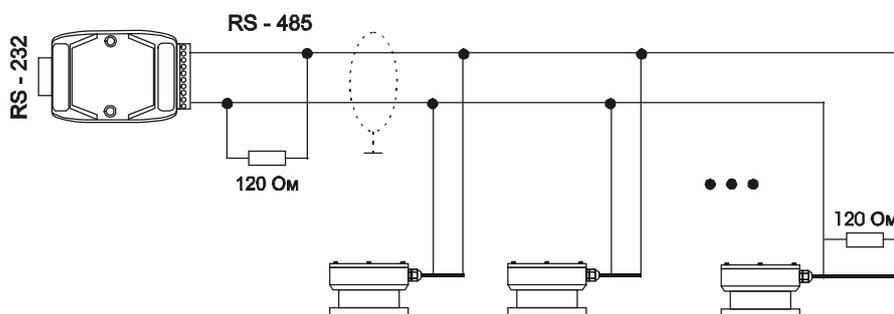
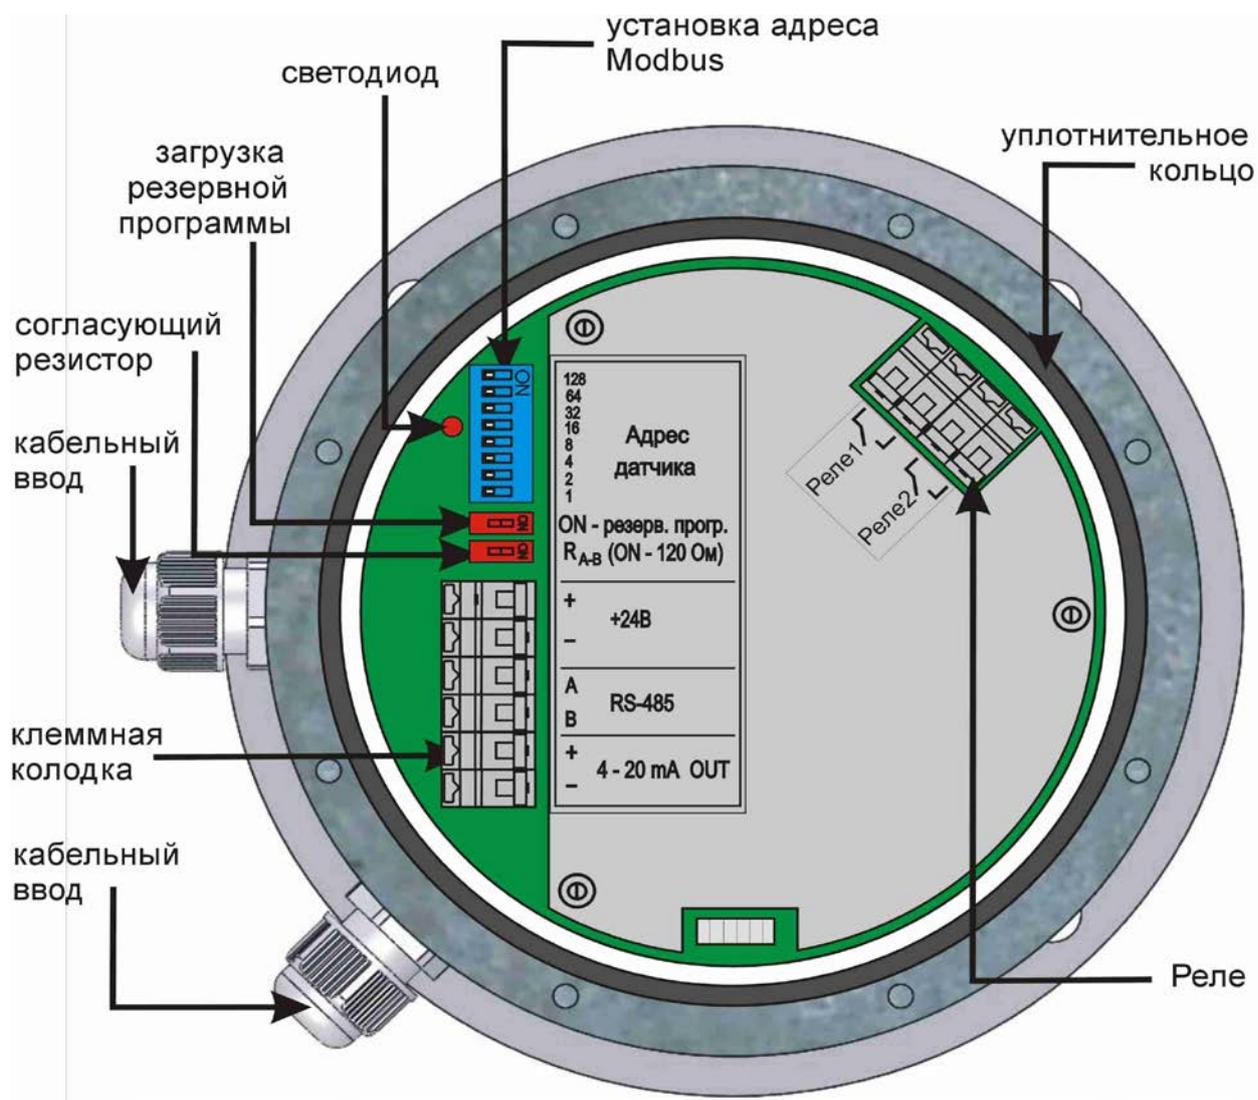

Рис.10.3. Классическая схема построения линии RS-485.
Рис.11. Уровнемер со снятой крышкой.
На рис.10.3 изображен способ прокладки линии соответствующий общим требованиям стандарта RS485, рассчитанного на высокоскоростную передачу данных в условиях промышленных помех. При большой протяженности линии рекомендуется на концах линии между проводами «А» и «В» устанавливать согласующие резисторы 120 Ом. Для этого в уровнемере имеется переключатель, подключающий данный резистор к линии (рис.11). Необходимо учитывать, что в некоторых преобразователях интерфейса данный резистор также установлен внутри. При протяженности линии более 800 м или количестве устройств на линии более 32 рекомендуется использовать стандартные репитеры для RS-485, например ADAM 4510.
- 5) Ввести кабель внутрь уровнемера через уплотнительную манжету кабельного ввода. Подключить провода к клеммнику в соответствии со схемой на шильдике (рис.11).
- 4) Посмотрите на светодиод (рис.11). В исправно работающем уровнемере светодиод постоянно мигает (кроме режима работы с флеш памятью прибора – см. «Конфигуратор – РП» п.2.8). Если диод не мигает - уровнемер не работает. Причиной этого может быть повреждение программы или настроек хранящихся во флеш памяти уровнемера. Для проверки, обеспечьте уровнемера, переведите DIP-переключатель «Загрузка резервной программы»
(рис.11) в положение «ON», подайте питание. Если светодиод не мигает - уровнемер требует ремонта, свяжитесь с производителем.
Если не удаётся подключиться к уровнемеру, проверьте работоспособность уровнемера, следуя указаниям п.18.1.1.2. Если диод (рис.11) мигает, напряжение в норме, но уровнемер не «отвечает», возможно, неисправен ИК-порт. Попробуйте подключиться к уровнемеру через RS-485, используя информационный кабель, входящий в комплект ПЛ-01.